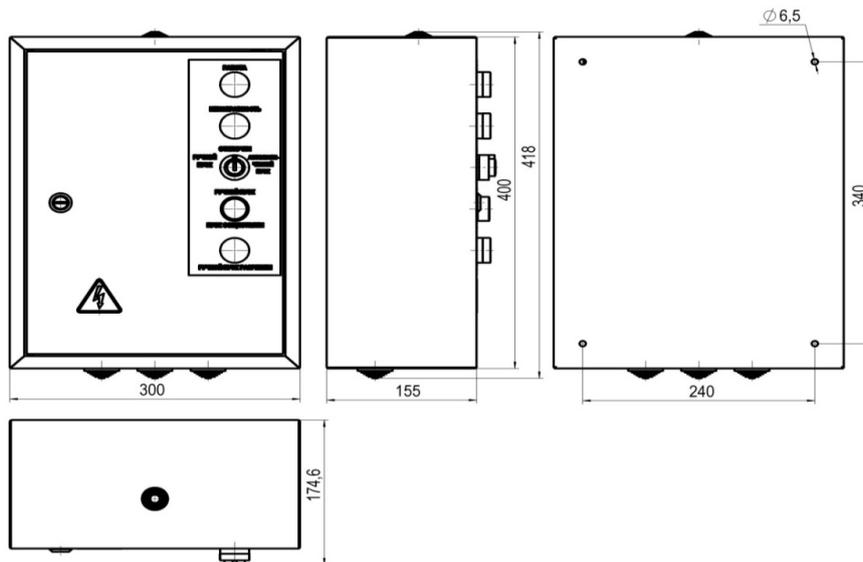
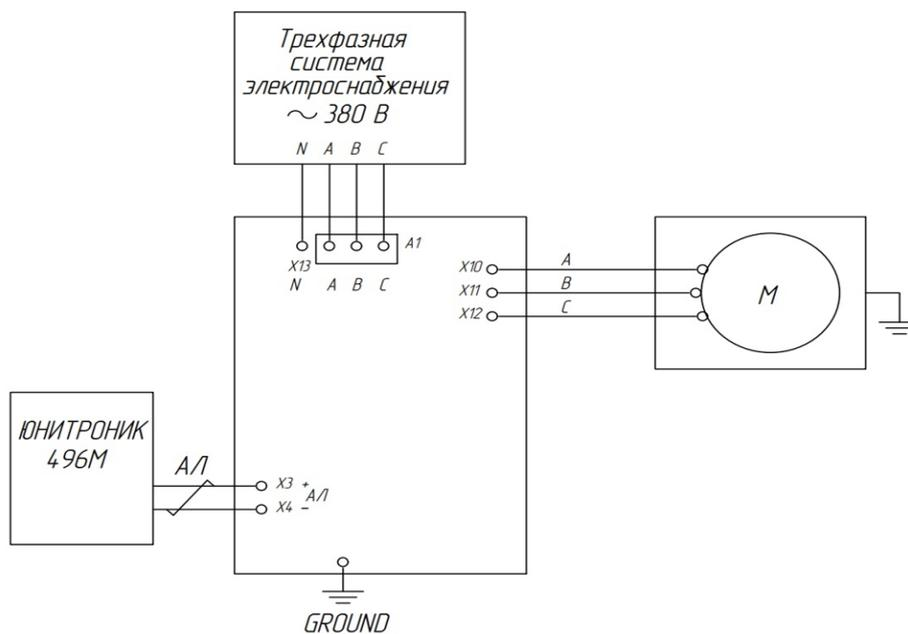

Рис.1. Габаритные и установочные размеры ШУП-3/ШУП-15.
Рис.3. Схема подключения ШУП-3/ШУП-45.
2.1.3. ШУП крепится на вертикальную несущую поверхность. Габаритные и установочные размеры ШУП приведены на рис.1 и 2. Схемы подключения приведены на рис.3.